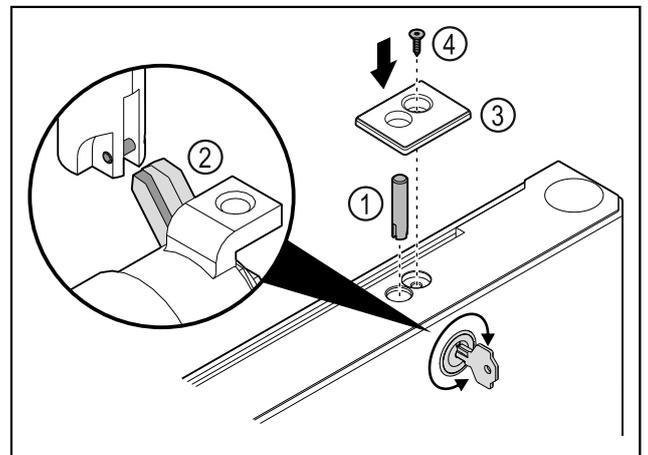

Fig. 42
- ▶ Вставити палець замка Fig. 42 (1).
- ▶ Трохи повернути замок, щоб палець замка Fig. 42 (2) зафіксувався в щілині замка.
- ▶ Вставте кришку Fig. 42 (3).
- ▶ Вставити гвинт Fig. 42 (4).